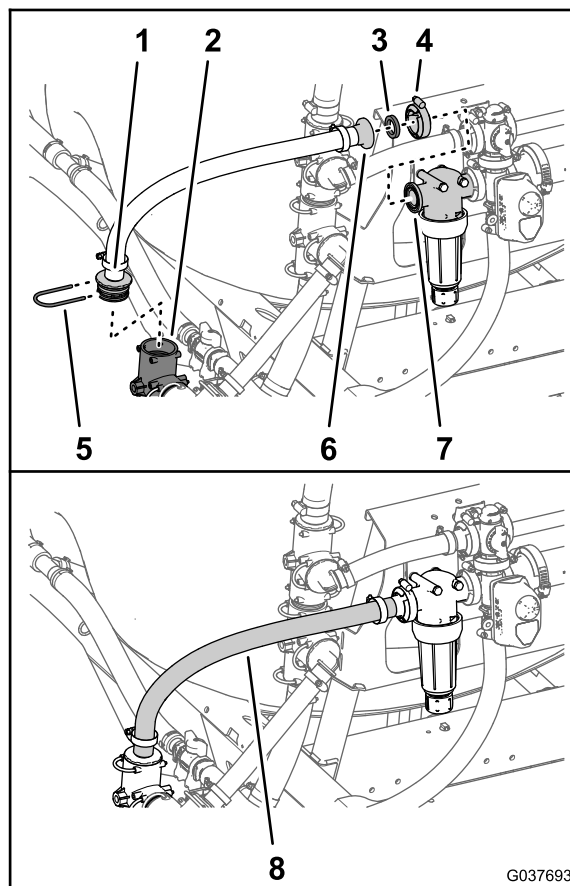

Figura 60
1. Monte a união estriada reta do tubo de fornecimento do coletor na união em T da bomba do pulverizador (Figura 60) com o retentor que retirou no passo 5 de Retirar os tubos da distribuição da agitação e fornecimento do pulverizador \(página 17\).
2. Prenda a união estriada da flange do tubo de fornecimento do coletor e a junta de 25 x 35 mm na flange da cabeça do filtro (Figura 60) com uma braçadeira flangeada de 40 a 64 mm.